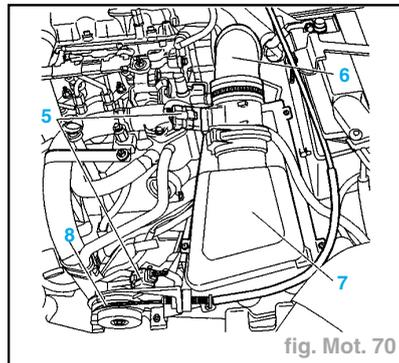

fig. Mot. 70
- la durit d'arrivée gazole (2),
- la durit de retour gazole (1).
- Débrancher les connecteurs (5) (fig. Mot. 70).